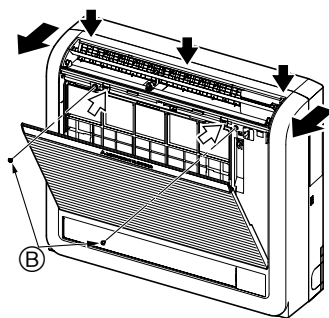
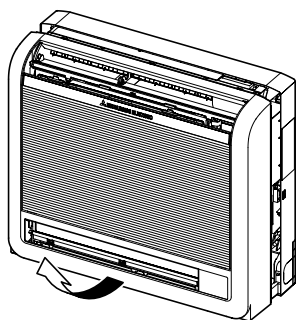

Fig. 3-3
Fig. 3-4
- ① Die von den Pfeilen  angezeigten 2 Positionen eindrücken, um das Frontgitter zu öffnen. (Fig. 3-3)
- ② Das Frontgitter öffnen und die beiden Schrauben entfernen.
- ③ Den horizontalen Flügel für den oberen Luftauslass öffnen, das Kopfende der Frontplatte an drei Stellen nach unten drücken und dann das Gitter am Kopfende von der Innenanlage abziehen.
- ④ Das Frontgitter anheben und entfernen. (Fig. 3-4)